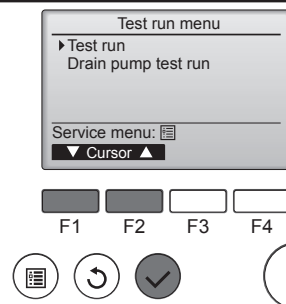

Fig. 7-2
- Выберите режим "Test run" (Пробный пуск) в Меню пробного пуска и нажмите кнопку [ВЫБОР]. (Fig. 7-2)
### 7.3. Самодиагностика (Fig. 7-2)